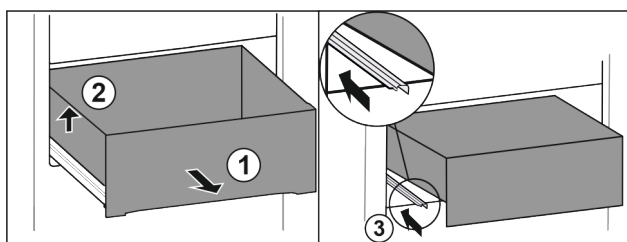

Fig. 82
- ▶ Vytáhněte zásuvku až na doraz. Fig. 82 (1)
- ▶ Nadzvedněte zásuvku vlevo. Fig. 82 (2)
- ▶ Zasuňte levou kolejničku. Fig. 82 (3)